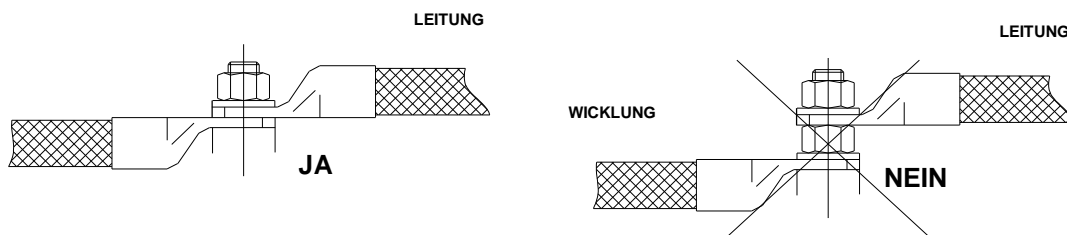

Abb. 6
**Befestigen Sie die Ausgangskabel gemäß der Abbildung 6 an den Klemmen des Generators:**